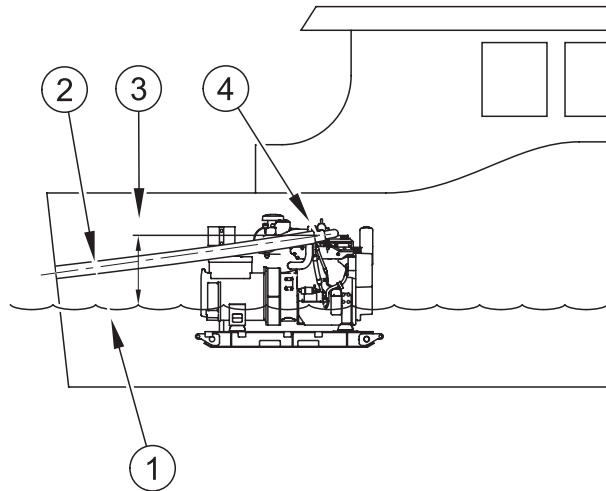

Figura 20
En la ilustración de la figura 20 se muestra una disposición general para un sistema de este tipo. En muchos casos, la salida de escape pasa a través del mamparo, justo por encima de la línea de flotación. Se observará que es necesario un desnivel de 10° (2) y que el punto de inyección de agua (4) debe estar al menos a 8 pulgadas (20,3 cm) por encima de la línea de flotación (3), aunque la altura real necesaria para una embarcación en concreto solo puede determinarse en función del diseño del sistema de escape y del cabeceo y balanceo que puedan producirse en el servicio.